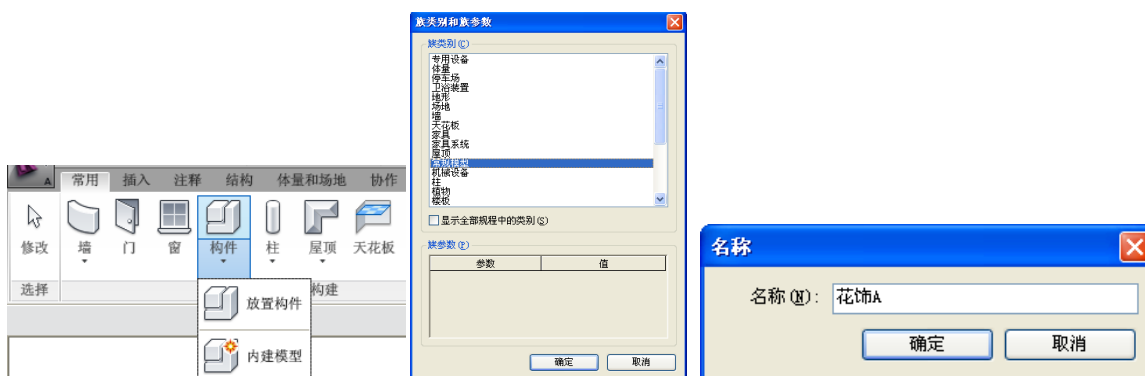

图 5-10
- 10) 点击“常用”选项卡>“构建”面板>“构件”按钮下方的三角符号，在下拉菜单中选择“内建模型”命令，在弹出对话框中选择“常规模型”，点击“确定”，输入构件名称“花饰 A”，再次点击“确定”（如图 5-10 所示），进入构件搭建界面。